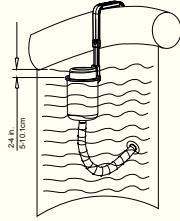
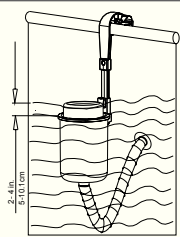

Fig. 17 / Abb. 17 / Kuva. 17 / EIK. 17 / Рис. 17 / Rys. 17 / 17. Ábra
Fig. 18 / Abb. 18 / Kuva. 18 / EIK. 18 / Рис. 18 / Rys. 18 / 18. Ábra
2. The float should be floating off the skimmer body by 5 cm to 10.1 cm (2 in. to 4 in.). Loosen the screw (P6521), slide the skimmer body (P6520) up and down to adjust the height and tighten the screw. (See Fig. 17 and Fig. 18)
2. O flutuador deve estar flutuando fora do corpo do skimmer entre 5cm a 10,1cm (2" a 4"). Desaperte o parafuso (P6521), deslize o corpo do skimmer (P6520) para cima e para baixo para ajustar a altura e aperte o parafuso. (Veja Fig. 17 e Fig. 18)
2. El flotador debe estar flotando fuera del cuerpo del skimmer de 5cm a 10,1cm (2 pulg. A 4 pulg.). Afloje el tornillo (P6521), deslice el cuerpo del skimmer hacia arriba (P6520) y hacia abajo para ajustar la altura y ajuste el tornillo. (Vea Fig. 17 y Fig. 18)
2. Der Schwimmer sollte 5cm bis 10,1cm (2 in. Bis 4 in.) vom Skimmer-Gehäuse entfernt schwimmen. Lockern Sie die Schraube (P6521), verschieben Sie das Skimmer-Gehäuse (P6520) hoch und runter, um die Höhe einzustellen und ziehen Sie die Schraube fest. (Siehe Abb. 17 und siehe Abb. 18)
2. De vlotter moet 5cm tot 10,1cm (2 in. tot 4 in.) drijven boven de skimmer. Draai de schroef (P6521) los, schuif de skimmer (P6520) op en naar om de hoogte te regelen en draai de schroeven vast. (See Fig. 17 and Fig. 18)
2. Il galleggiante deve uscire dal corpo dello skimmer di circa 5-10,1cm. Allentare la vite (P6521) e far scorrere su e giù il corpo dello skimmer (P6520) per regolare l'altezza, quindi stringere la vite (Vedere Fig. 17 e 18).
2. Le flotteur doit flotter à l'extérieur du corps du dépollueur de 5cm à 10,1cm (2 in. à 4 in.). Desserrez la vis (P6521), faites glisser le corps du dépollueur (P6520) vers le haut et vers le bas pour régler la hauteur, puis serrez la vis. (Voir Fig. 17 et Fig. 18)
2. Поплавок должен плавать, выступая из корпуса скимера на расстояние от 5 до 10 см (от 2 до 4 дюймов). Отрегулируйте винт (P6521), выполните регулировку, сдвигая корпус скимера (P6520) вверх или вниз и затяните винт. (См. Рис. 17 и 18)
2. Pływak powinien unosić się nad korpusem skimmera w odległości 5-10, 1cm (2 - 4 in.). Reguluj śrubę (P6521), przesuń korpus skimmera (P6520) do góry i w dół, aby ustawić jego wysokość, i dokręć nakrętkę. (Zob. Ryś. 17 i Rys. 18)
2. Flötören ska flyta 5 till 10, 1 cm från skimmern (2 in. to 4 in.). Lossa skruven (P6521), för skimmern (P6520) upp och ner för att justera höjden och fäst sedan skruven. (Se Fig. 17 och Fig. 18)